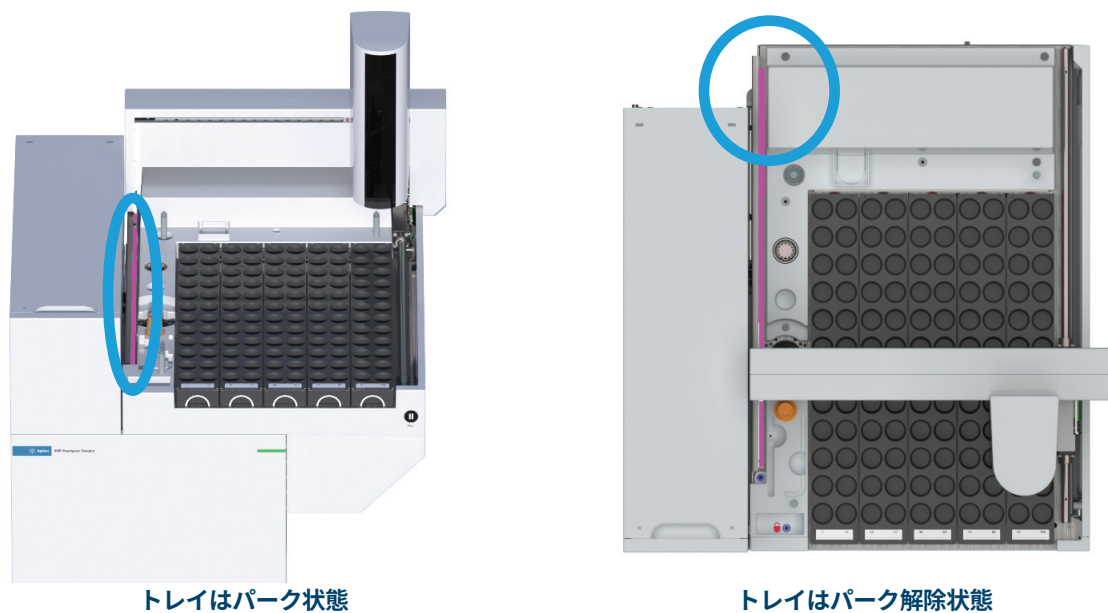

図 29. X軸トラック（ピンク色の強調表示部分）
- 2 水で湿らせたきれいな布かペーパータオルで、図 29 に示すトラックを拭き取ります。